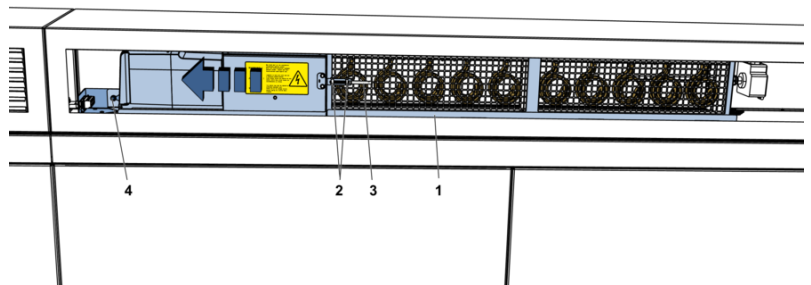

Abb. 87: Elektroheizregister demontieren
4. ▶ Die Kabelbinder (Abb. 87/2) am Zulufttemperatursensor (Abb. 87/2) abschneiden und den Sensor vom Halter abnehmen, ggf mit Klebeband am Gerätegehäuse befestigen. Schraube (Abb. 87/4) etwas lösen, so das der Elektroheizregister bewegt werden kann.
Elektroheizregister (Abb. 87/1) in Pfeilrichtung schieben bis die Befestigung (Abb. 87/4) gelöst ist. Das Elektroheizregister nach unten aus dem Gerät herausnehmen.